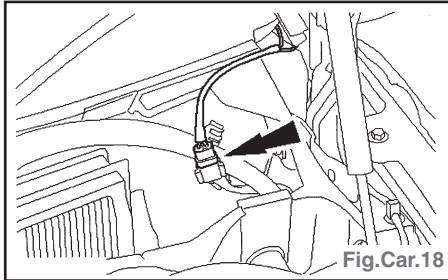

Fig.Car.18
**Véhicules avec pare-brise chauffant (Fig.Car.18) :**